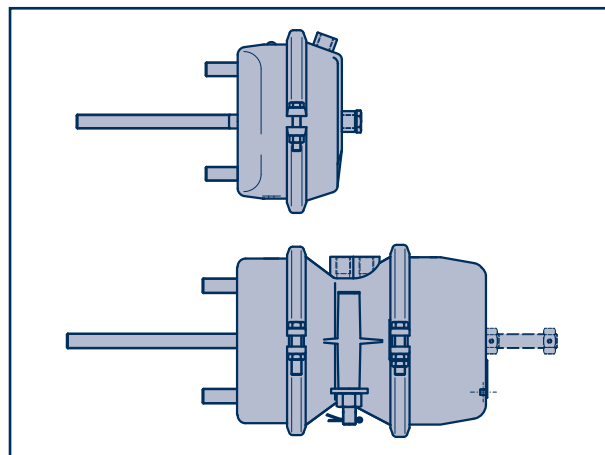

Fig. 1
- [14] Kunststoffkappe (3, siehe Fig. 1) aufdrücken.
- [14] Fit plastic cap (3, see fig. 1).
- [14] Monter la calotte en plastique (3, voir fig. 1).